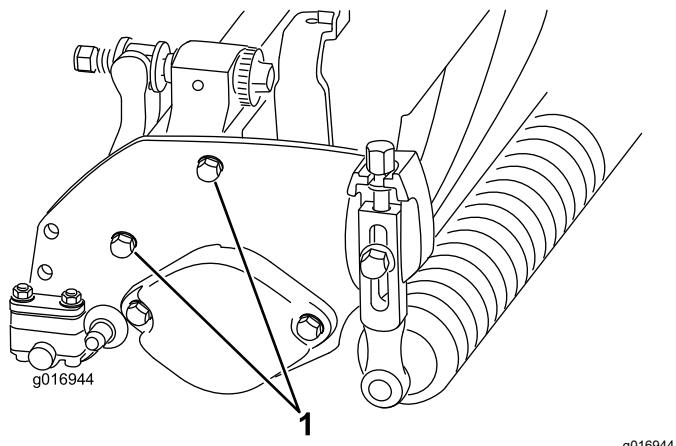

Figura 12
**Nota:** A posição do rolo traseiro em relação ao cilindro é controlada pelas tolerâncias mecânicas dos componentes montados, não sendo necessário nenhum dispositivo de colocação em paralelo. Podem ser efetuados determinados ajustes, colocando a unidade de corte numa placa e desapertando as cavilhas de montagem da placa lateral (Figura 12). Ajuste e aperte os parafusos quando concluir.